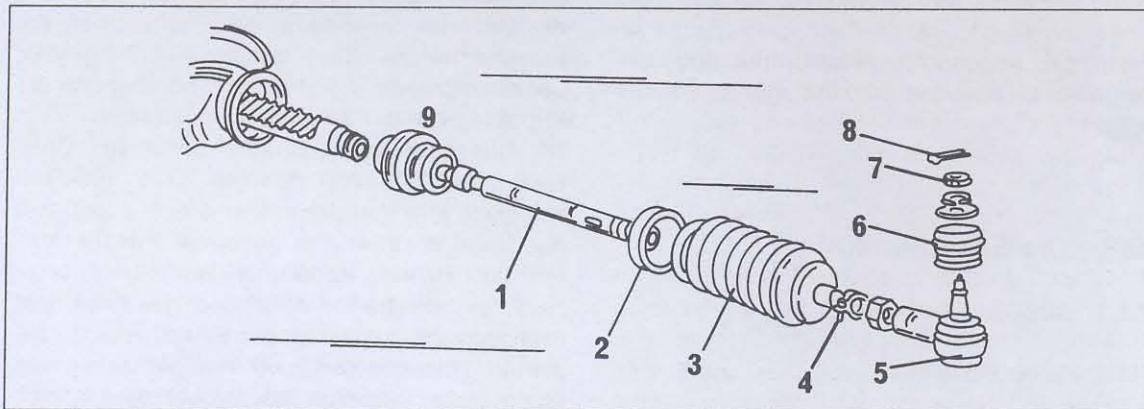

Bild 277
Zahnstangengehäuse zusammenquetschen. Unter Bezug auf Bild 277 die Befestigungsschelle (2) der Lenkungsmanschette (3) entfernen und die Manschette abstreifen.